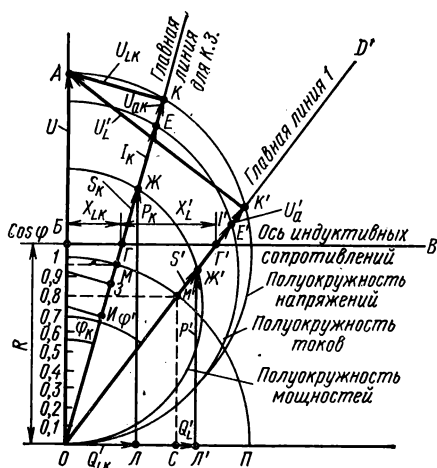

Рис. 2.66
5) проводим главную линию под углом φ_K (рис. 2.66) и на ней откладываем I_K и S_K :